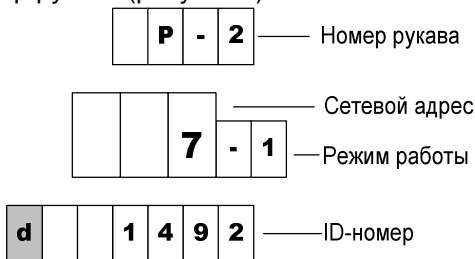

Рисунок 7
8.7 По команде СУ на табло могут отображаться сетевой адрес, режим работы и ID-номер рукава (рисунок 7).